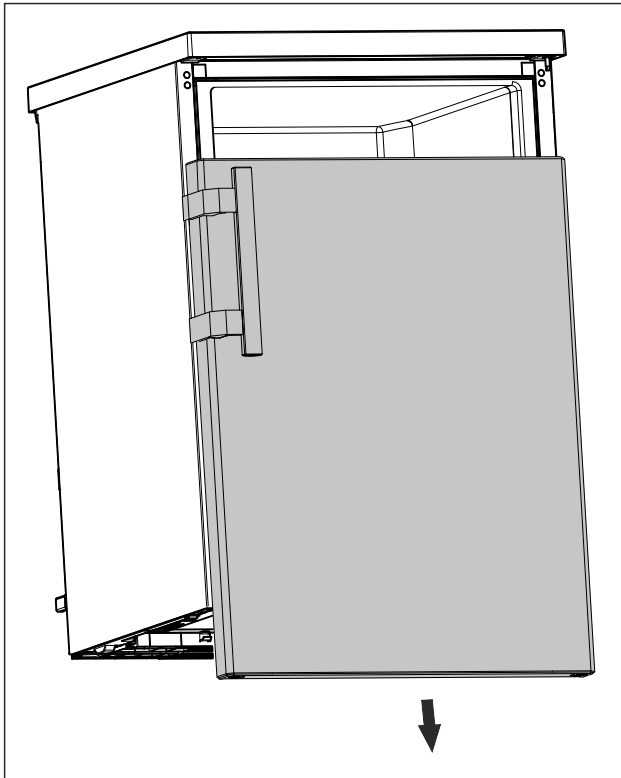

Fig. 17
- ▶ Võtke uks allapoole maha. (vt. Fig. 17)